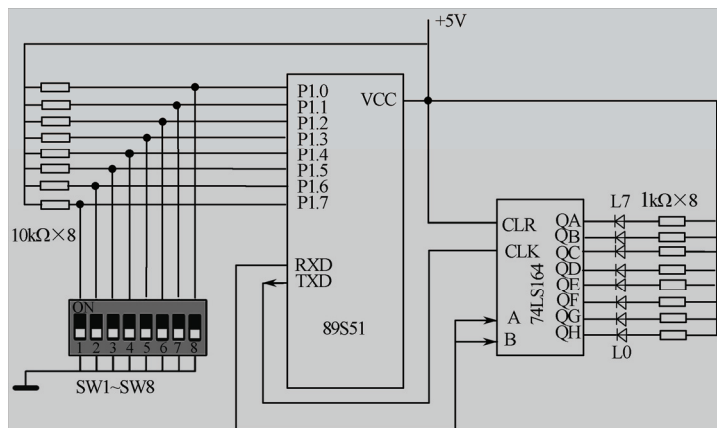

图 8.33 题 8.4 图
- 8.4 阅读图 8.33 所示的硬件图和相应的程序，说明所完成的功能，并将此汇编源程序修改为 C51 源程序。